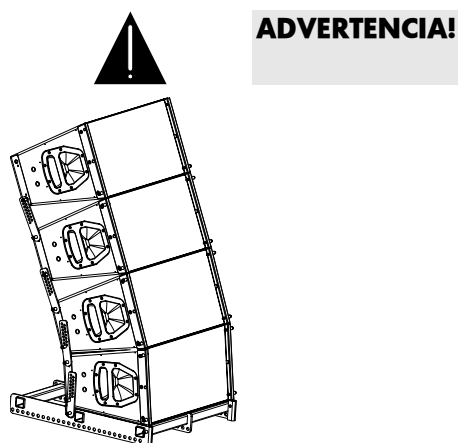

Fig. 21: Cajas Q1 apiladas sobre el suelo en la Estructura de rigging Q Z5159
- Sitúe la Estructura de rigging Q al revés sobre el suelo, como se muestra en la ilustración opuesta (Fig. 21).